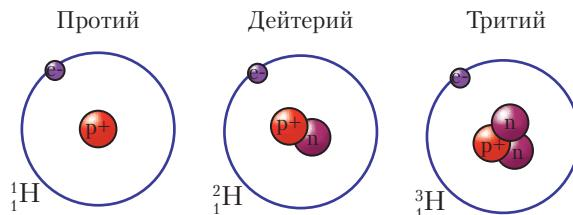

Рис. 12. Схема строения изотопов водорода
Например, существующие в природе нуклиды ${}_1^1\text{H}$, ${}_1^2\text{H}$ и ${}_1^3\text{H}$ — изотопы водорода, так как принадлежат одному и тому же химическому элементу, но различаются числом нейтронов в ядре атома (рис. 12). Их называют водород-1, или протий (H), водород-2, или дейтерий (D), водород-3, или тритий (T). Массы атомов водорода-1, водорода-2 и водорода-3 равны 1,008, 2,014 и 3,016 а. е. м., или приблизительно 1, 2 и 3 а. е. м.